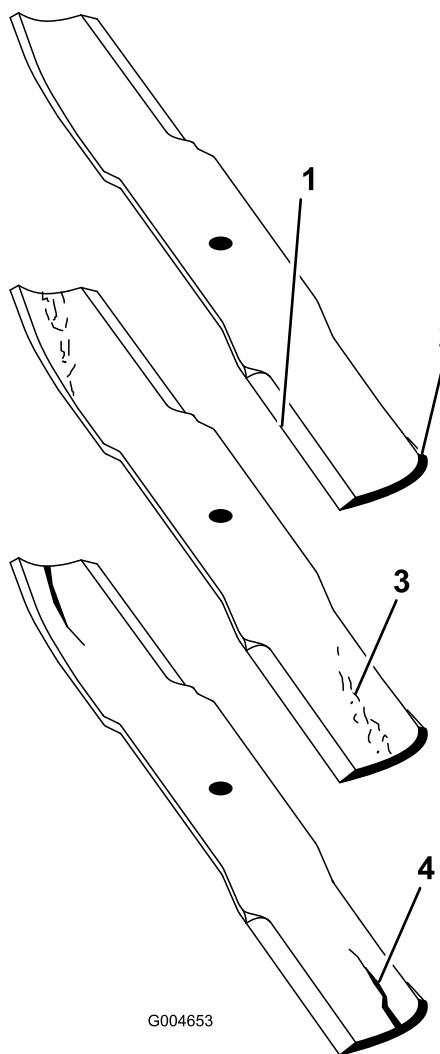

Figura 85
- Examine cuidadosamente as extremidades da lâmina, prestando especial atenção à zona onde se encontram as partes curvas e planas da lâmina (Figura 85).
Nota: A areia e os materiais abrasivos podem desgastar o metal entre as partes plana e curva da lâmina; por isso, verifique a lâmina antes de utilizar a máquina. Se der conta de desgaste (Figura 85), substitua a lâmina.